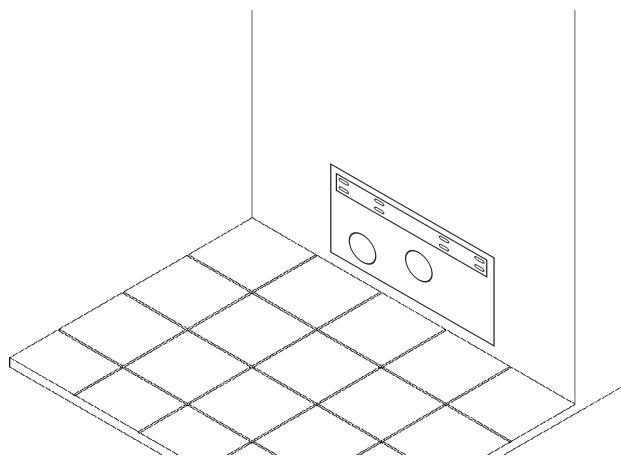

fig. 2
Montare la tubazione per lo scarico condensa spingendola e ruotandola con decisione verso il climatizzatore come indicato nelle figure 2 e 3, un fissaggio non corretto può provocare perdite d'acqua; **attenzione** la termoresistenza va infilata all'interno dello scarico e serve, nel caso di funzionamento a basse temperature, ad evitare che si congeli l'acqua all'interno del tubo.
2. Praticare l'apertura nel muro delle dimensioni riportate nella dima di cartoncino che trovate nell'imballo dell'apparecchio (**vedi fig.2**).
fig. 2 vista posteriore - predisposizione foro per tubo